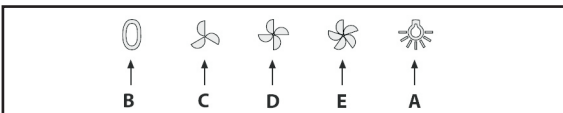

Fig.9
- Simbología del grupo de mandos “tipo pulsadores” (**Fig.9**).